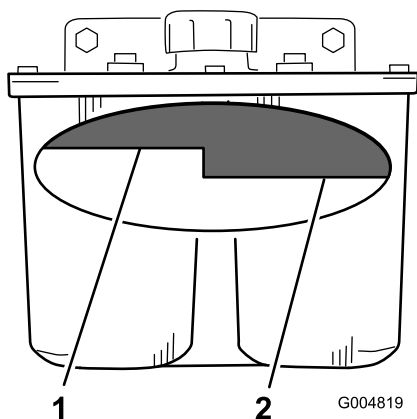

Рисунок 97
3. Очистите зону вокруг заливной горловины и крышки гидравлического бака (Рисунок 97).
4. Снимите крышку с заливной горловины и посмотрите внутрь, чтобы проверить наличие жидкости в баке (Рисунок 97).
Примечание: Когда жидкость прогрета, ее уровень должен доходить до отметки горячей рабочей жидкости на перегородке (Рисунок 97).